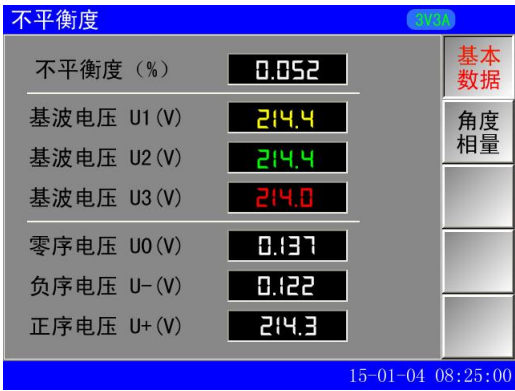

图 8-1 不平衡度
3.1 不平衡度显示见屏幕（图 8-1）
基本数据——不平衡度基本数据；（见图 8-1）
3.2 不平衡度基本数据屏幕（见图 8-1）